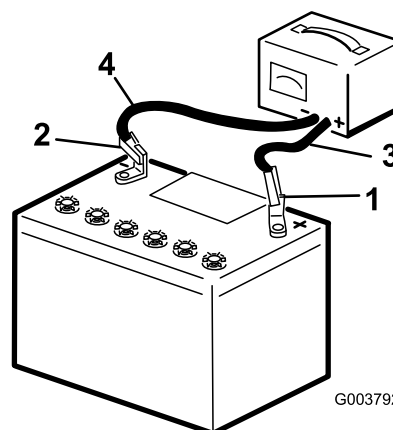

Рисунок 70
4. Подсоедините положительный провод зарядного устройства к положительному штырю аккумуляторной батареи (Рисунок 70).
5. Подсоедините отрицательный провод зарядного устройства к отрицательному штырю аккумуляторной батареи (Рисунок 70).
7. После полной зарядки аккумуляторной батареи отсоедините зарядное устройство от источника электропитания и полюсных штырей аккумуляторной батареи (Рисунок 70).